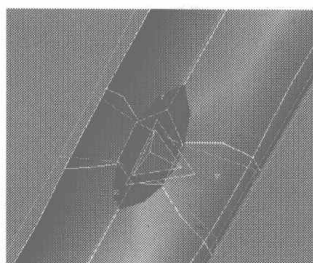
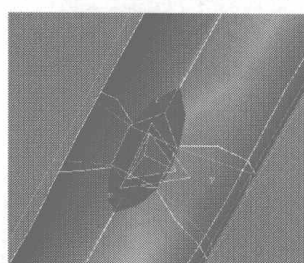
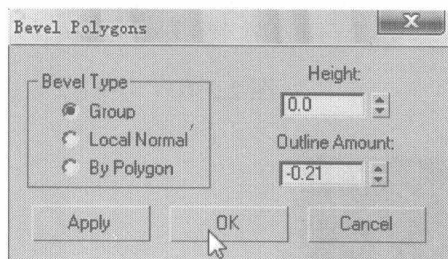
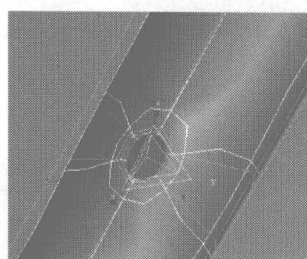

图 2.220
图 2.221
图 2.222
图 2.223
- 18 选择如图 2.220 所示的面, 单击 **Make Planar** 按钮, 使所选择的面位于同一个平面上, 结果如图 2.221 所示。选择如图 2.221 所示的面, 单击 **Bevel** 右边的小按钮, 在弹出的对话框中设置参数如图 2.222 所示, 模型显示如图 2.223 所示。